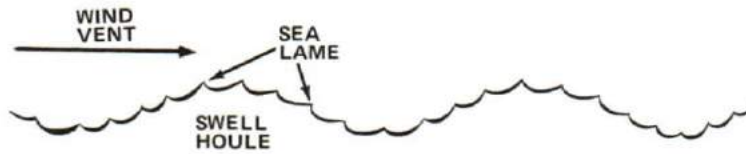

Figure 3-9
4. Now suppose there is a swell and the wind begins to blow on it again. Then waves, called sea, are formed on the swell. See Figure 3-9.
4. Supposons maintenant que nous avons de la houle et que le vent recommence à souffler sur la surface; nous retrouvons alors les lames qui se forment sur la houle (voir la figure 3-9).